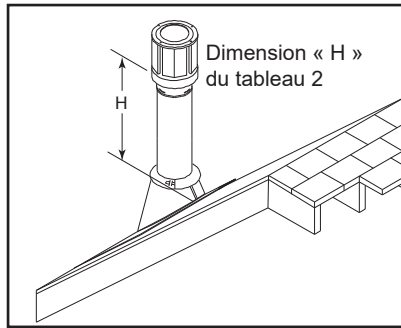

Figure 3.36
Étape 7 – Continuez à ajouter des sections de conduit jusqu'à ce que la hauteur du système (avant d'ajouter le chapeau) réponde aux exigences minimales des codes du bâtiment décrites dans le tableau 2, figure 3.36. Notez que vous devez augmenter la hauteur